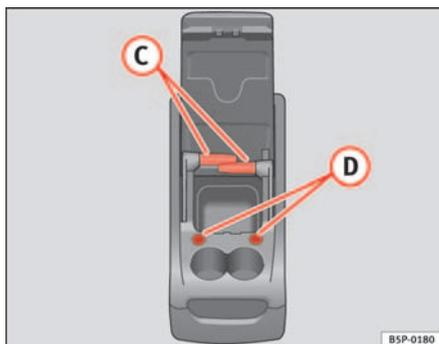

Fig. 112 Rangement mobile. Fonctions
Pour utiliser la table (C) ⇒ page 145, fig. 112, il faut l'extraire de son logement sur le côté du rangement mobile et la placer dans son logement (D) ⇒ page 145, fig. 112 sur la partie frontale du rangement mobile.